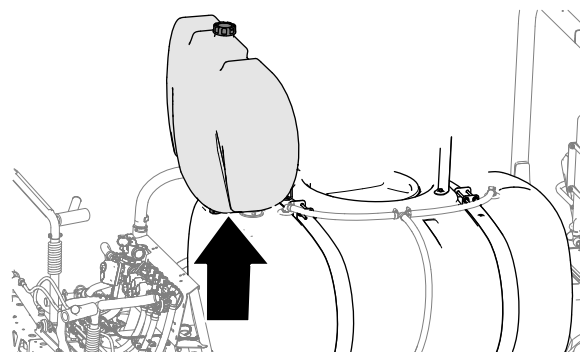

Figura 5
6. Demontați rezervorul de clătire din mână (Figura 5).